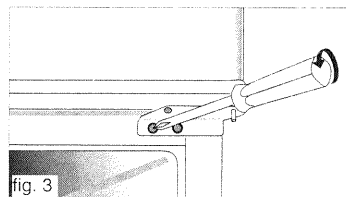

fig. 3
- 6- Dévissez et ôtez le support pivot intermédiaire en maintenant la porte du congélateur (fig. 3).